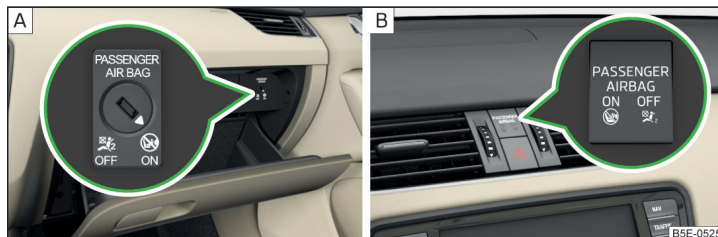

Fig. 14 Comutator cu cheie pentru airbagul frontal al pasagerului față/
- Lampa de control **OFF**  » fig. 14 la pagina 22 - B se aprinde la punerea contactului motor.
- Cu ajutorul cheii, rotiți cu grijă fanta comutatorului cu cheie în poziția **OFF** » fig. 14 - A.
- Verificați dacă, după cuplarea contactului, este aprinsă lampa de control **OFF**  sub inscripția **PASSENGER AIRBAG** » fig. 14 - B.
- Cu ajutorul cheii, rotiți cu grijă fanta comutatorului cu cheie în poziția **ON** » fig. 14 - [A].
- Verificați dacă, după cuplarea contactului, este aprinsă lampa de control **ON** ☺ sub inscripția **PASSENGER AIRBAG** » fig. 14 - [B].